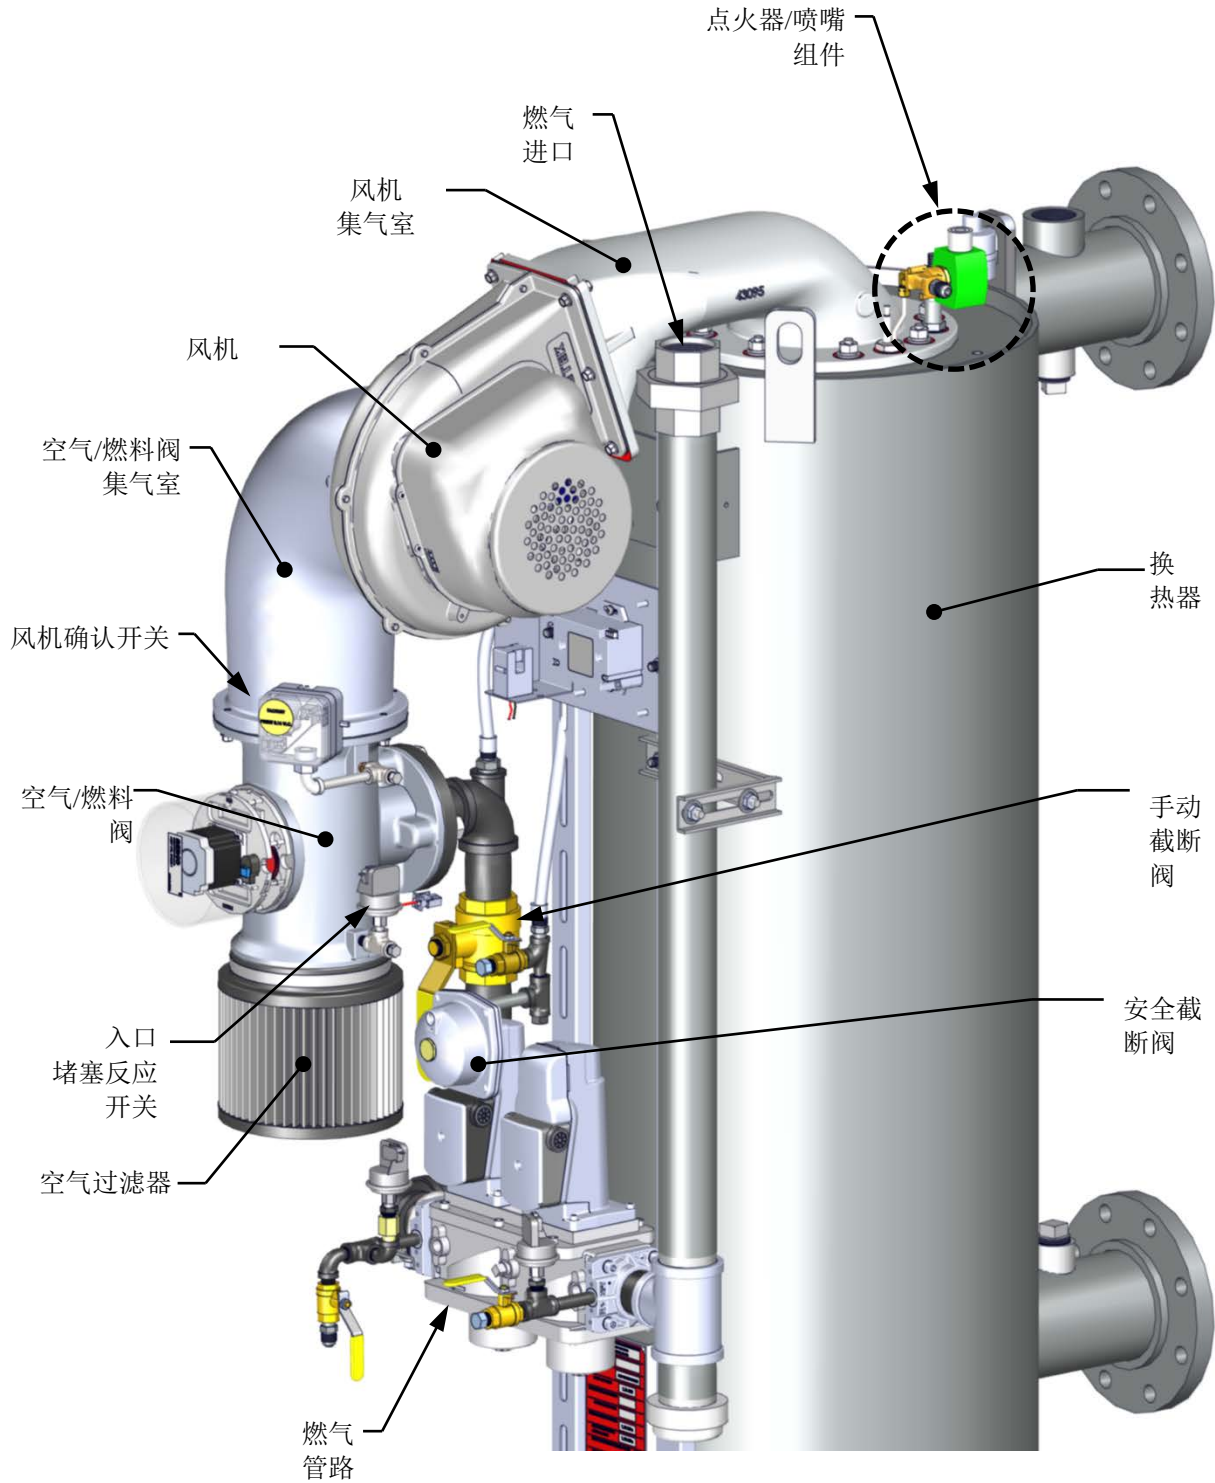

图6-3: 锅炉- 部分视图
3. 关闭位于安全截断阀 (SSOV) 与空气/燃料阀之间的手动燃气截断阀 (参见图 6-3)。
8. 在确认火焰后，关闭位于 SSOV (图 6-3) 与空气/燃料阀之间的手动燃气阀。
这些测试将检查图 6-3 所示的风机确认开关和入口堵塞反应开关。
2. 请卸下空气过滤器 (参见图 6-3)。